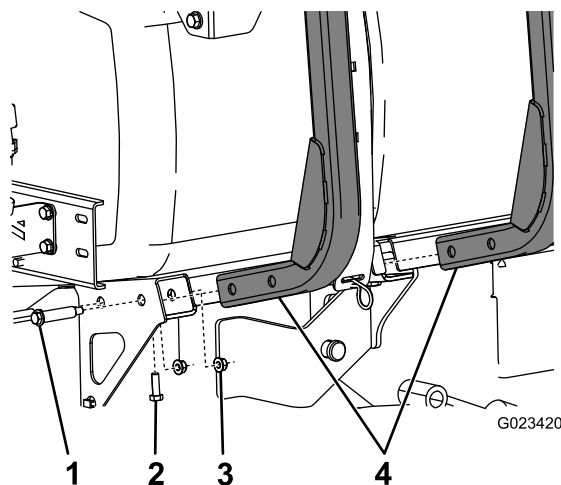

Figura 2
2. Prenda o lado inferior das estruturas do cilindro da tubagem à máquina utilizando 2 parafusos (5/16 pol.) e 2 porcas de bloqueio (Figura 2).
1. Monte as duas estruturas do cilindro da tubagem à parte lateral da máquina utilizando 4 parafusos com olhal e 4 porcas flangeadas (5/16 pol.) como se mostra na Figura 2.